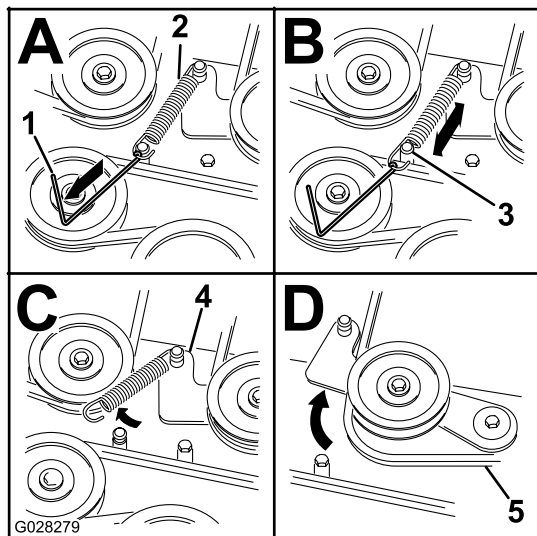

Bild 65
8. Lassen Sie die Federspannung an der gefederten Spannscheibe ab. Siehe Bild 65.
Hinweis: Verwenden Sie das Werkzeug zur Federentfernung (Toro-Bestellnummer 92-5771), um die Feder aus der Mähwerkstrebe zu entfernen (Bild 65).